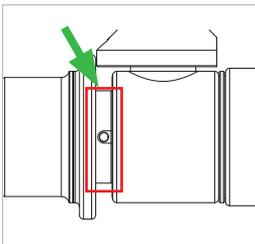

Abbildung 8
- ▶ Schalten Sie den Betätigungshebel (Pos. 3) um 90° von OFF in Richtung ON. Geben Sie einen Sprühstoß auf den gekennzeichneten Bereich (Abbildung 8).